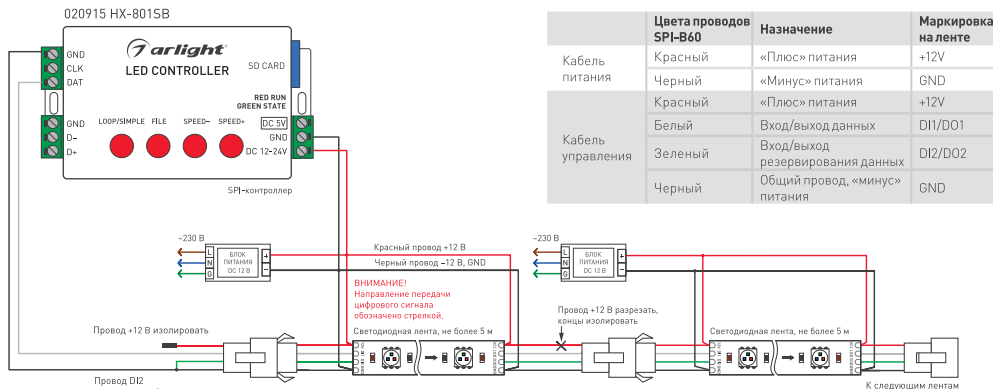

Рис. 1. Схема подключения ленты с использованием SPI-контроллера с одним выходным портом и с использованием отдельных блоков питания.
- Подключите ленту в соответствии со схемой (рис. 1). Соблюдайте полярность подключения и направление передачи сигнала (вход/выход). Обращайте внимание на маркировку, нанесенную на печатную плату и на цвета соединительных проводов.
- Подключите ленту согласно схеме (рис. 1).